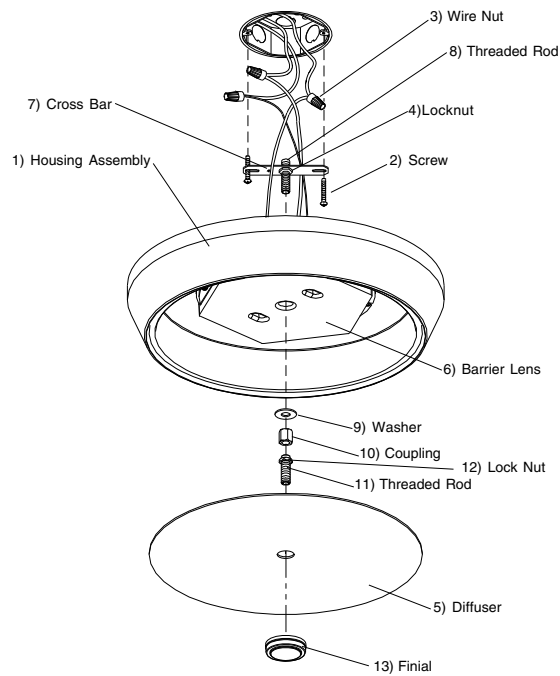
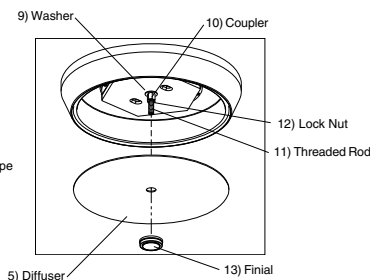

Figure 1
Figure 3
- Installer une tige filetée de 2 po (50mm) (11) sur l'accouplement (10) à environ 1/4 po (0,64 cm). Serrer le contre-écrou (12).**Voir la Fig. 3**
- Pour installer le diffuseur (5), aligner l'orifice central sur la tige filetée (11) et fixer avec la capuchon du faiteau (13). Ajuster au besoin pour fixer l'ensemble.
4. With the power turned off, hold the fixture Housing Assembly (1) firmly and connect the green ground wire from the fixture to the bare copper ground wire from the junction box using a Wirenut (3). *(If house wiring does not include a ground wire, consult your local electrical code for approved grounding methods).* **See Fig. 1.**
5. Use Wirenuts (3) to connect black fixture wire to the black power supply wire and white fixture wire to the white power supply wire. **See Fig. 1.**
6. Hold Housing Assembly (1) in one hand and with the other hand position wires up and into outlet box.
7. Align threaded rod (8) with center hole on housing (1). Push housing assembly (1) to ceiling surface. Install washer (9) onto rod (8) and secure with coupling (10). **See Fig. 3**
4. Con la electricidad apagada, sostenga la Ensamblaje de la carcasa (1) firmemente y conecte el alambre verde de conexión a tierra del luminario al alambre desnudo de cobre de la caja de ensambladura usando un capuchón de alambres (3). *(Si el alambrado de la casa no incluye un alambre de hacer tierra, consulte su código eléctrico local para métodos aprobados de hacer tierra. Vea Fig. 1.*
5. Use Capuchones de Alambres (3) para conectar el alambre negro del luminario al alambre negro de suministro eléctrico y el alambre blanco del luminario al alambre blanco de suministro eléctrico. **Vea Fig. 1.**
6. Sostenga el Ensamblaje de la Carcasa (1) con una mano y con la otra estire los cables dentro del la caja de conexiones.
7. Alinee la barra roscada (8) con el orificio central de la carcasa (1). Empuje el conjunto de la carcasa (1) hasta la superficie del techo. Instale la arandela (9) en la barra (8) y asegure con el acoplamiento (10).
8. Instale la barra roscada de 2" (50mm) (11) en el acoplamiento (10) hasta aproximadamente 1/4" (6mm). Ajuste la tuerca de seguridad (12). **Vea Fig. 3**
9. Para instalar el difusor (5), alinee el orificio central sobre la barra roscada (11) y asegure con la tapa del remate (13). Ajuste como sea necesario para que la carcasa quede segura.